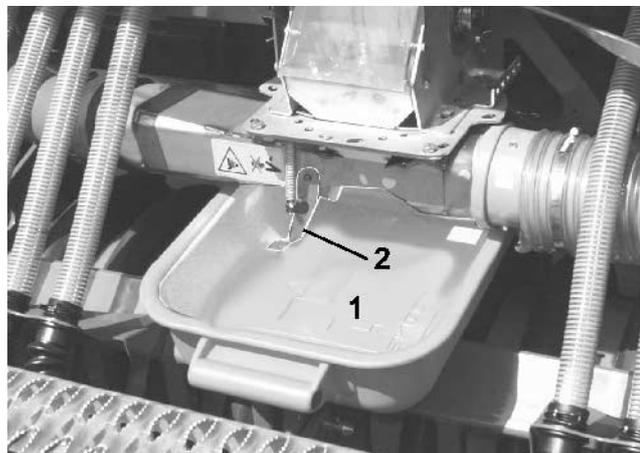

Fig. 98
Ouvrez la trappe du canal d'injection (Fig. 98/1) pour que la semence puisse couler dans l'auget.
**Risque d'écrasement en ouvrant et en fermant la trappe du canal d'injection (Fig. 98/2)!**
Saisissez la trappe du canal d'injection uniquement sur l'attache (Fig. 98/1), vous risquez sinon de vous blesser lors de la fermeture de la trappe à ressort.